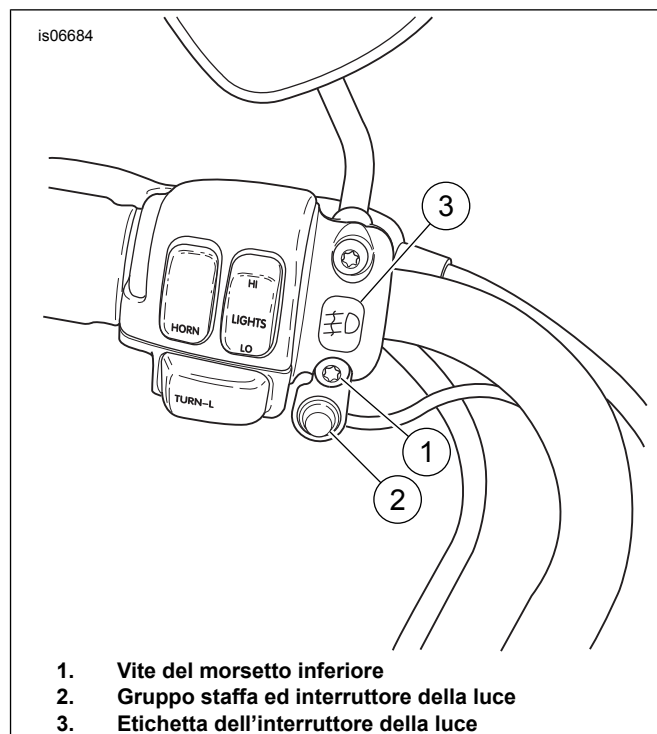

Figura 5. Installazione dell'interruttore della luce (modelli 1996 e anni successivi)
17. Vedere Figura 5. Rimuovere la vite (1) e la rondella inferiori dal morsetto del comando della frizione ed installare l'interruttore della luce e la staffa (2). Installare la vite e la rondella e serrarle ad una coppia di 7-9 N·m (60-80 in-lbs). **Per le applicazioni internazionali:** posizionare l'etichetta dell'interruttore delle luci fendinebbia (3) sul morsetto del comando della frizione.